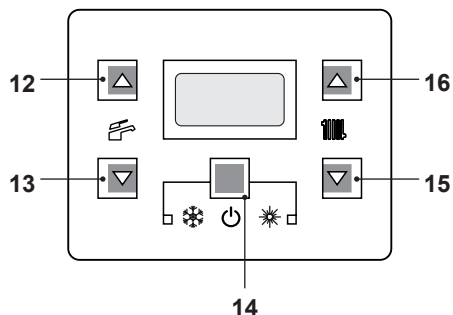
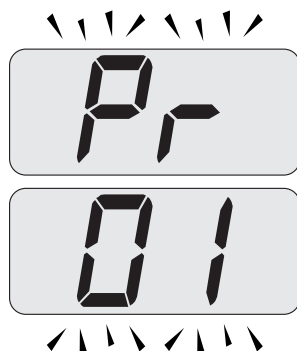

Figura 9.19
Figura 9.20
- Entrare in "modalità programmazione" premendo contemporaneamente per 10 secondi i tasti 14 - 15 - 16 (Figura 9.19) fino a far apparire sul display LCD le lettere **Pr** che si alternano con il codice **01**, indicanti l'entrata nel "parametro 01" (Figura 9.20).
- Premere contemporaneamente i tasti 15 e 16 (Figura 9.19) fino a far apparire sul display LCD le lettere **LP** che si alternano con il valore di temperatura dell'acqua di riscaldamento (es. **45**), indicanti l'entrata nell'attivazione della "funzione spazzacamino" alla potenza minima in sanitario (Figura 9.21).
- Premendo il tasto 16 (Figura 9.19) è possibile variare la potenza in modalità spazzacamino: con visualizzazione sul display LCD delle lettere **hP** che si alternano con il valore di temperatura dell'acqua di riscaldamento (es. **32**), siamo in "funzione spazzacamino" alla potenza minima in riscaldamento (Figura 9.22).
- Ripremendo contemporaneamente per 10 secondi i tasti 14 - 15 - 16 (Figura 9.19) si esce dalla "modalità spazzacamino" e si ritorna allo stato di caldaia precedentemente impostato (Figura 9.25).